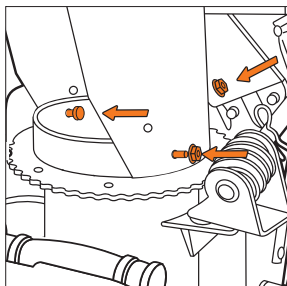

Рис. 10
- Установите желоб на отверстие выброса снега и закрепите его тремя болтами M8x20 и гайками M8 (Рис. 10).